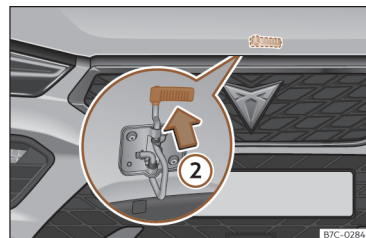

Fig. 192 Alavanca sob o capô.
- Para levantar o capô faça pressão para cima sobre a alavanca situada debaixo do capô >>> **Fig. 192 2**. O gancho de fixação fica desbloqueado.